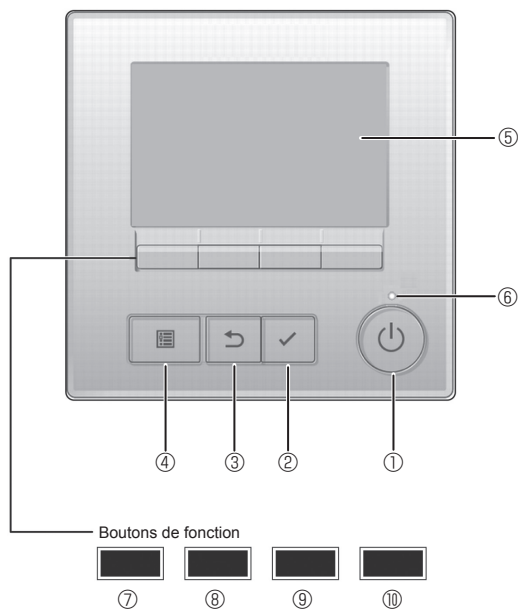

Fig. 6-1
6.2.1. Utilisation de la télécommande filaire (Fig. 6-1)
① Touche [Marche / Arrêt]